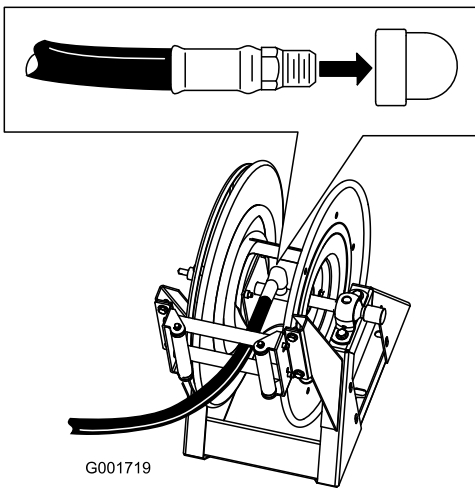

Figure 17
1. Enroulez du ruban Téfalon autour du filetage du raccord du long flexible et montez le raccord sans le tube de raccordement sur le dévidoir (Figure 17).